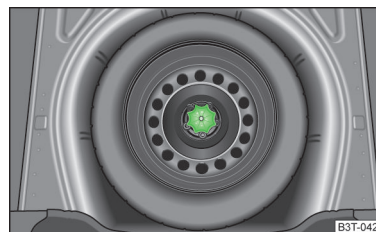

Fig. 173
La roue de secours se trouve dans une auge sous le revêtement du plancher du coffre à bagages et elle est fixée par un écrou spécial » fig. 173.
- Dévisser l'écrou » fig. 173 dans le sens anti-horaire.
- Visser l'écrou » fig. 173 dans le sens horaire jusqu'à ce que la roue soit bien fixée.